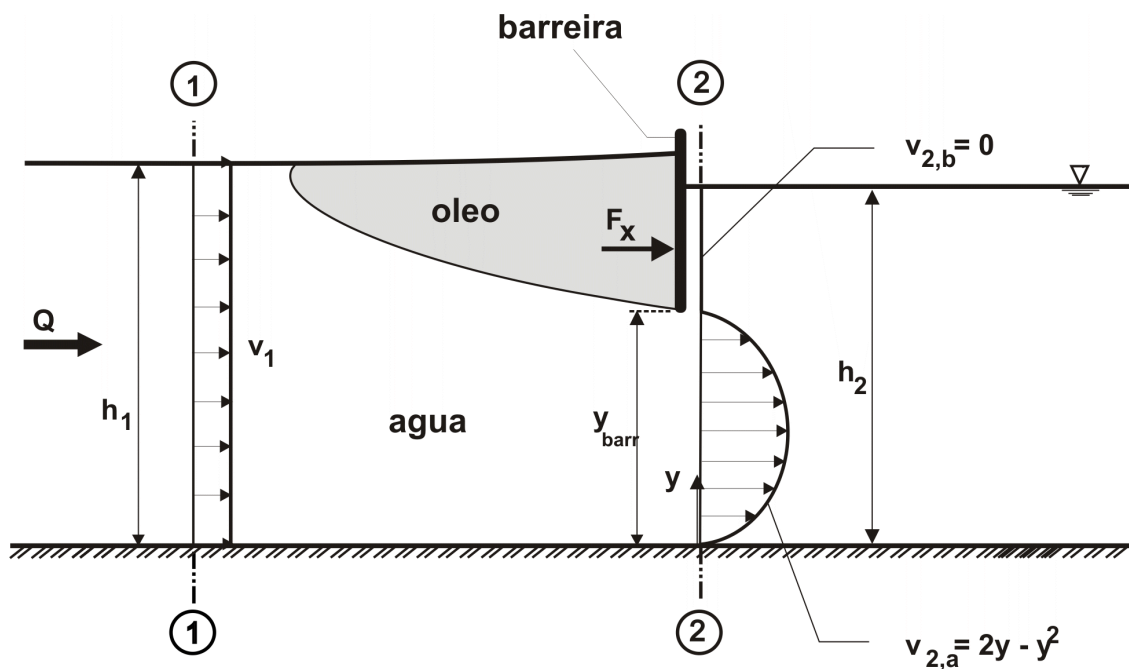

Fig. 3: Barreira de óleo
8. Numa barreira de óleo (Fig. 3) num rio deve ser calculada a força F_x por metro largura que atua na barreira. O nível na montante (secção 1) é $h_1 = 3\text{m}$ e a distribuição da velocidade na montante pode ser considerado uniforme $v_1 = \text{const.}$ A distância entre o fundo e a barreira é $y_{\text{barr}} = 2\text{ m}$. O nível na jusante (secção 2) é $h_2 = 2,95\text{ m}$ e o perfil de velocidade tem uma parte em forma de uma parábola $v_{2,a} = 2y - y^2$ [m/s] de $y = 0$ a $y = y_{\text{barr}}$ e uma velocidade uniforme $v_{2,b} = 0$ de $y = y_{\text{barr}}$ a $y = h_2$. O escoamento é permanente e as distribuições de pressão nas secções 1 e 2 e nos dois lados da barreira podem ser consideradas hidrostáticas. O escoamento pode ser considerado sem atrito.